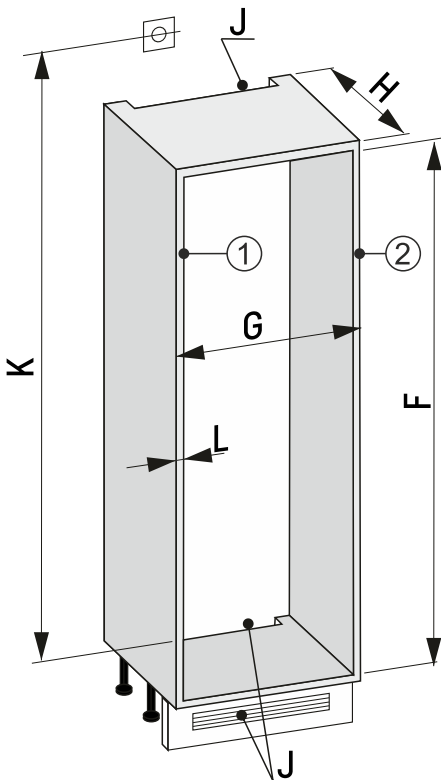

Fig. 88 Ніша 30"
- Виміряти товщину меблевої стінки Fig. 88 (L).